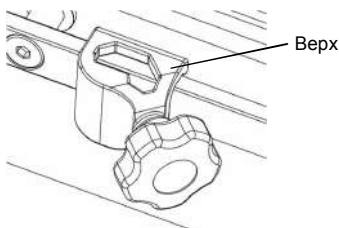

Рис. 6-5. Правильная установка зажима
1. Наденьте корпус зажима на боковой рельс операционного стола, как показано на Рис. 6-5..
- Убедитесь в том, что зажим установлен правильно, как показано на Рис. 6-5.. Невыполнение данного требования может привести к падению ножной секции и стать причиной повреждения оборудования или травмы.